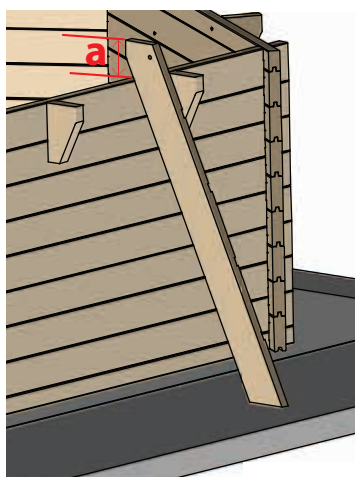

Fig. 8/ Abb. 8 / Afb. 8
- Cut the supports of the ladder checking the dimensions as shown in (figure 8) at the bottom part of the stepladder support and saw off the part you do not need.
- Recoupez les limons de l'échelle en reportant la dimension a (figure 8) au bas du limon de l'échelle et sciez la partie à extraire.
- Beschneiden Sie die Treppenwangen unter Beachtung der Maße (Abb. 8) im unteren Teil der Treppenwange und sägen Sie den Teil, den Sie entfernen möchten, ab.
- Zaag de bomen van de trap op maat door te meten hoever hij uitsteekt (afbeelding 8) en teken een evenredig deel af op het onderste deel van de trapboom en zaag dat stuk eraf.